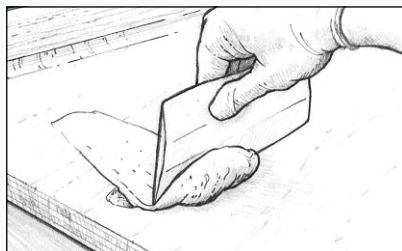

Figura 22 Applicare lo stucco facendo attenzione a riempire tutti i vuoti e modellare.
4. Applicare la resina addensata sulla superficie impregnata utilizzando una spatola in plastica, facendo attenzione a riempire bene vuoti e buchi. Modellare la resina epossidica nella forma desiderata in modo che sia leggermente in rilievo rispetto all'area circostante (Figura 22). Rimuovere la resina addensata in eccesso prima che catalizzi. Se i vuoti da stuccare sono profondi più di 12 mm, applicare varie mani di miscela di stucco lasciando che ciascuna mano catalizzi parzialmente prima di procedere e/o utilizzare un indurente lento 206 o un indurente extra lento 209, a seconda della temperatura.